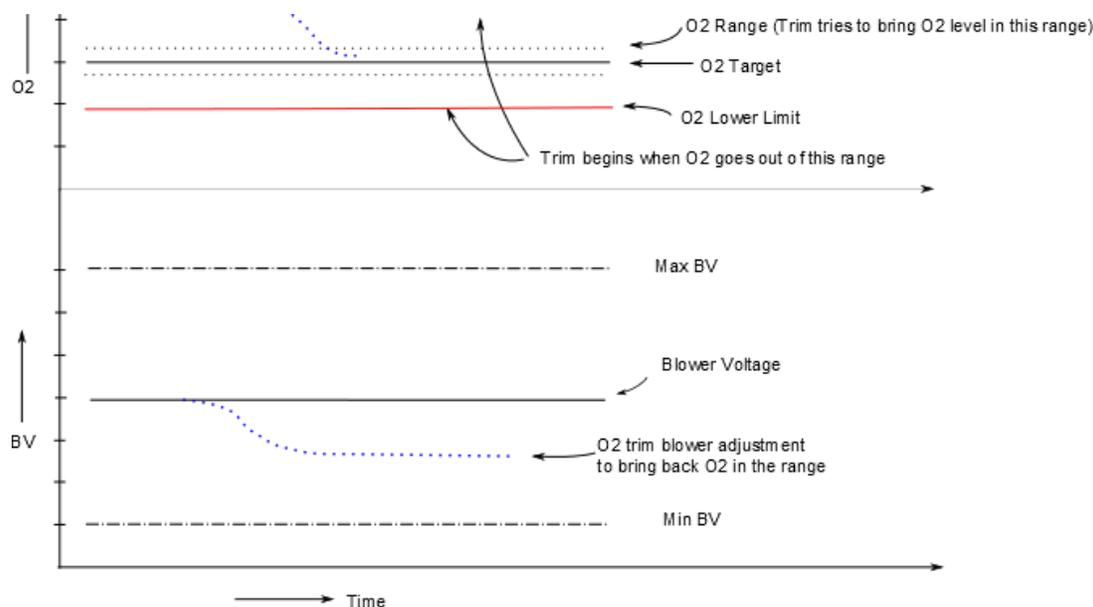

Figure 9-2 : Logique d'AERtrim
La figure 9-2 montre la logique fonctionnelle du système AERtrim et la façon dont les limites de tension d'O2 du ventilateur (BV) et le rapport air/carburant interagissent pendant une opération AERtrim. Ce sont des pré-réglages fixes dans le contrôleur. La plage Target est réglable à l'intérieur de ces limites pour permettre à l'utilisateur de sélectionner le rapport air/combustible optimal pour une chaudière ou une application particulière.
La figure 9-2 montre comment le contrôleur réagirait à une lecture d'O2% supérieure à la limite supérieure. Le contrôleur réduira la tension du ventilateur jusqu'à ce que la lecture d'O2% se situe dans la plage Target, à condition que les réglages de BV soient dans les limites de BV pour cette unité à cette cadence de tir. La commande le stockera alors comme nouveau réglage d'étalonnage BV jusqu'à ce qu'il soit modifié manuellement ou par un autre cycle de la fonction AERtrim.